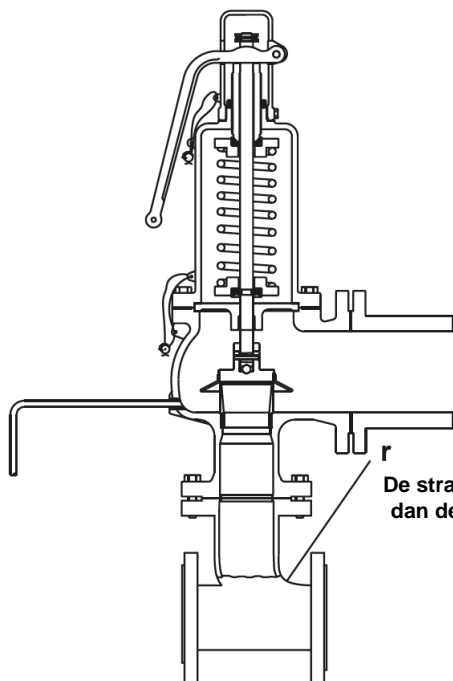

Fig. 7
4. De leiding aan de inlaat mag niet kleiner zijn dan de inlaat van de veiligheidsklep zelf (zie Fig.7 en 8.)
Aftakkingen moeten uitgevoerd worden zoals in Fig. 7 en 8.